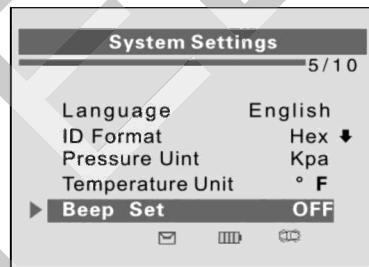

Рисунок 2-10
- 1) В окне **System Settings** [Параметры системы] с помощью **кнопок прокрутки вверх/вниз** выберите пункт **Beep Set** [Настройка звукового сигнала], а затем нажмите кнопку **Y**. См. рисунок 2-10.